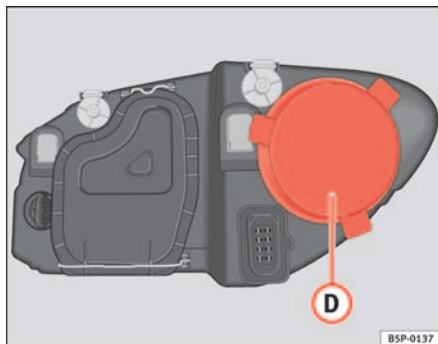

Abb. 161 Standlicht
- Den Deckel ⇒ Abb. 161 **D** abziehen.